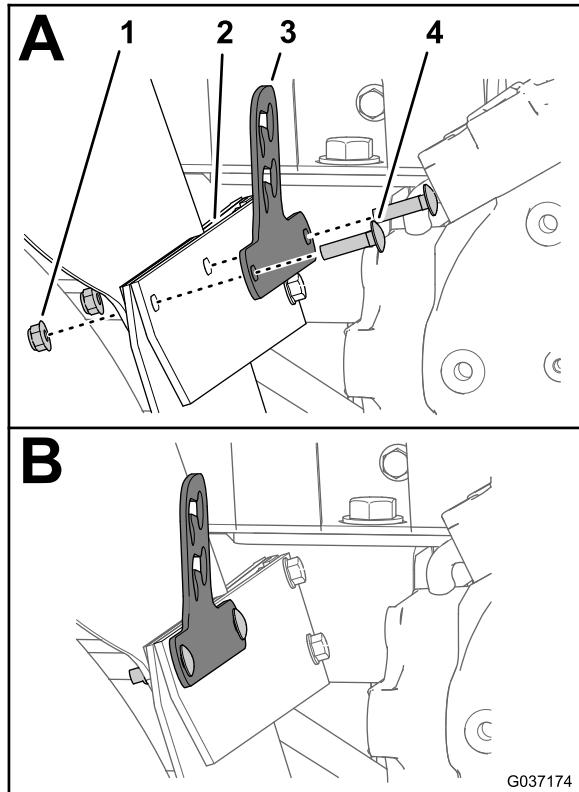

Figura 12
3. Monte o suporte da válvula de drenagem, cinta do guarda-lamas, pala da roda e guarda-lamas (Figura 12) com os dois parafusos de carroçaria (5/16 pol. x 1 1/4 pol.) e duas porcas de bloqueio flangeadas (5/16 pol.).